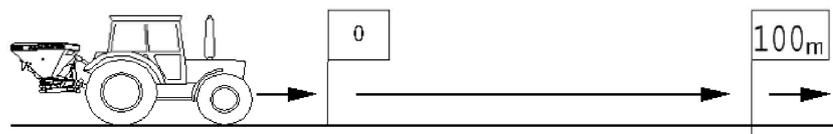

Fig. 3
2. Markieren Sie Anfangs- und Endpunkt (Fig. 3).